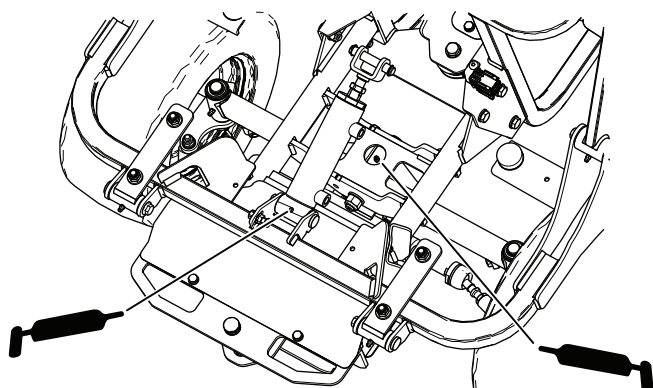

Figure 46
- Pivot de vérin de trémie et pivot d'essieu arrière (Figure 46)